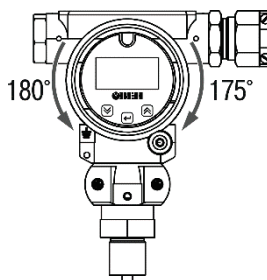

Рисунок 7.3 – Поворот ЖКИ
- взяться за выступающую часть корпуса блока индикации и повернуть его на требуемый угол (см. рисунок 7.3);